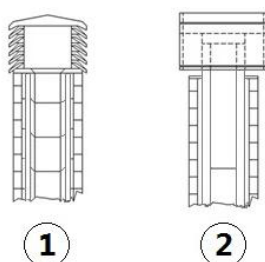

Fig. 4 - Windbestendige schoorsteenpotten
- Er wordt geadviseerd een windbestendige schoorsteenpot te gebruiken, zie **Fig. 4 op pag. 9**.